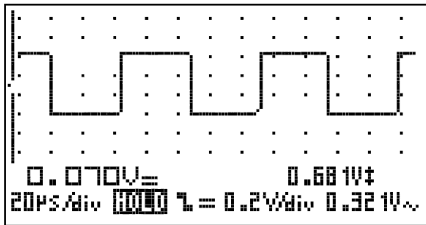

Fig 12
- A **grid** divides the screen into reference points. (Fig. 12)
- **Raster** : verdeeld het scherm in referentiepunten. (Fig. 12)
- **Grille:** L'écran est divisé en points de référence. (Fig. 12)
- **Grid:** Der Bildschirm wird in Referenzpunkte unterteilt (Abb. 12)